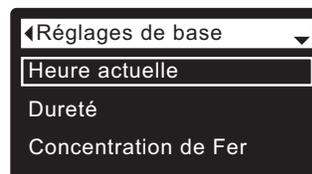

FIG. 44
3. Appuyez sur le sélecteur (O) pour afficher le menu des réglages de base (cf. Figure 44).
7. Appuyez sur le sélecteur (O) : l'afficheur revient au menu des réglages de base (cf. Figure 44).